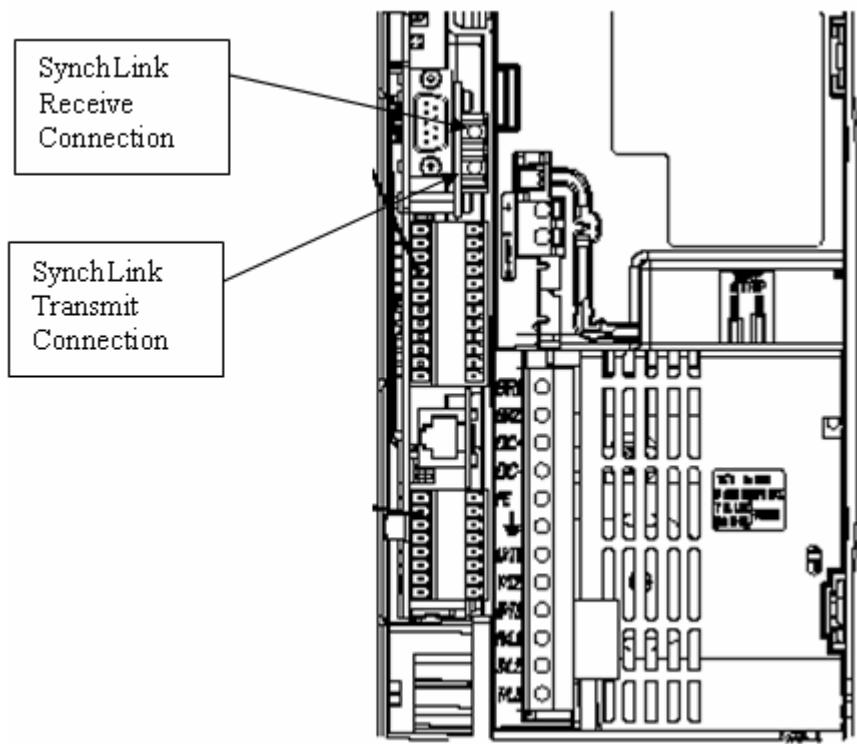

图 6-17 SynchLink 光纤连接头
- 使用 SynchLink 光纤连接两台 demo。如果 Drive1 只做为发送端，Drive2 只做为接收端，那么只需要一个光纤。连接方法是将 Drive1 的发送端连接到 Drive2 的接收端。变频器内的光纤连接头的位置如图 6-17 所示。